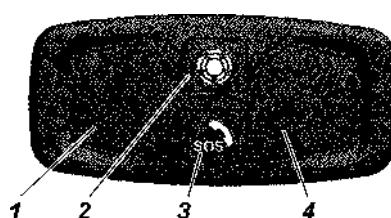

Рис. 3.15. Блок интерфейса пользователя:
- блок интерфейса пользователя (БИП) с кнопкой «SOS» 3 (рис. 3.15) находящийся на внутренней части крыши салона;